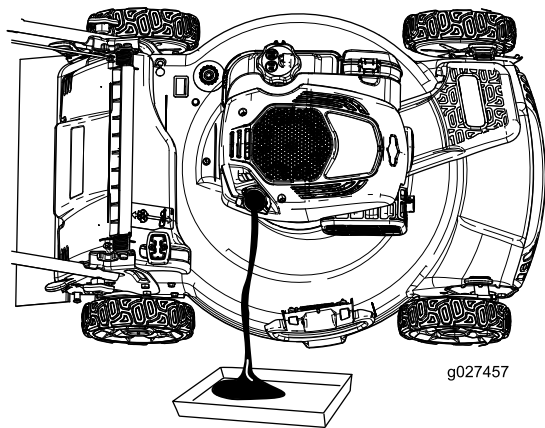

Figure 23
- Inclinez la machine sur le côté (filtre à air en haut) pour vidanger l'huile usagée par le tube de remplissage (Figure 23).